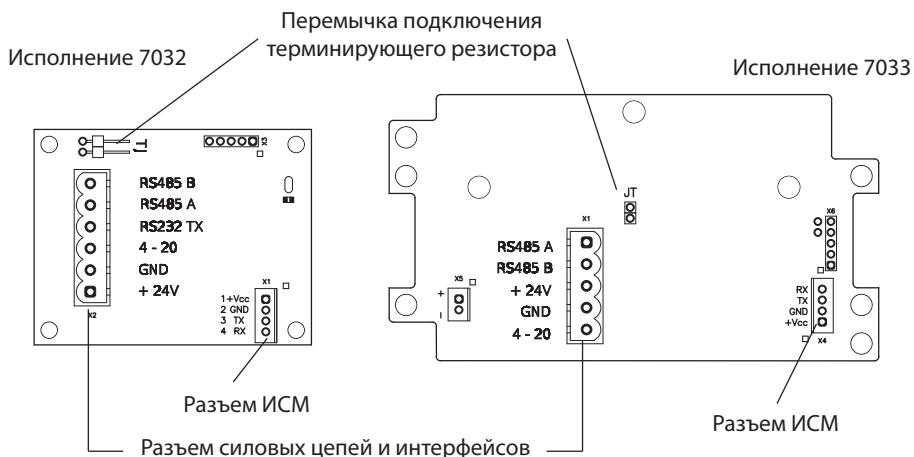
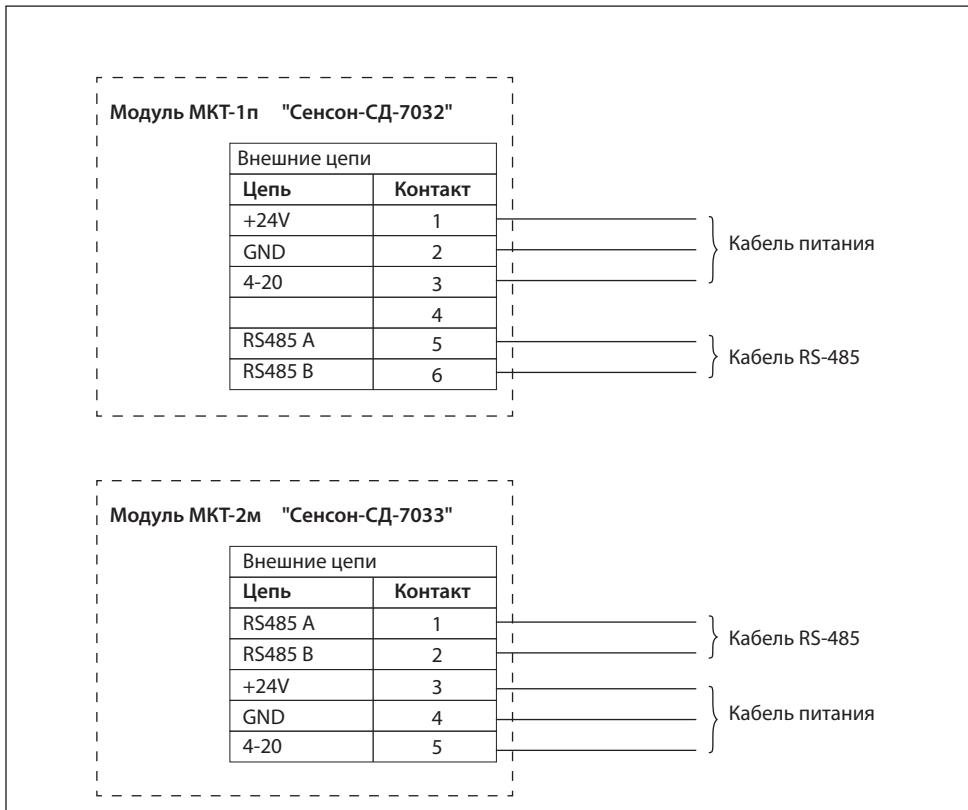

Рис.6. Коммутационные элементы: исполнение 7032 (слева), исполнение 7033 (справа)
Рис.7. Схема подключения ГС "Сенсон-СД" исполнения 7032 и 7033
3. Открутите четыре винта и снимите крышку корпуса модуля МКТ (рис.6).
5. Отсоедините кабельную часть разрывной колодки "Внешние цепи". Подключите кабели в соответствии с маркировкой на плате (рис.6) и на схеме подключения (рис.7). Прочно закрутите отверткой фиксирующие винты кабельных колодок.
7. Если необходимо отключить/подключить терминирующий резистор (в зависимости от конфигурации сети), снимите/установите перемычку в позицию JT (см. рис.6).